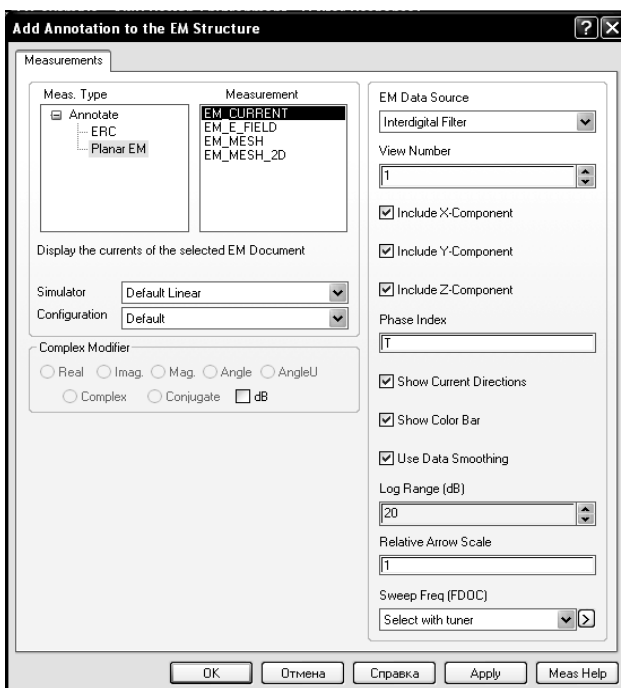

Рис. 5.27
2. В открывшемся окне (рис. 5.27) в списке **Measurement** отметьте **EM\_CURRENT**, остальные параметры установите, как показано на рис. 5.27 и нажмите **OK**.